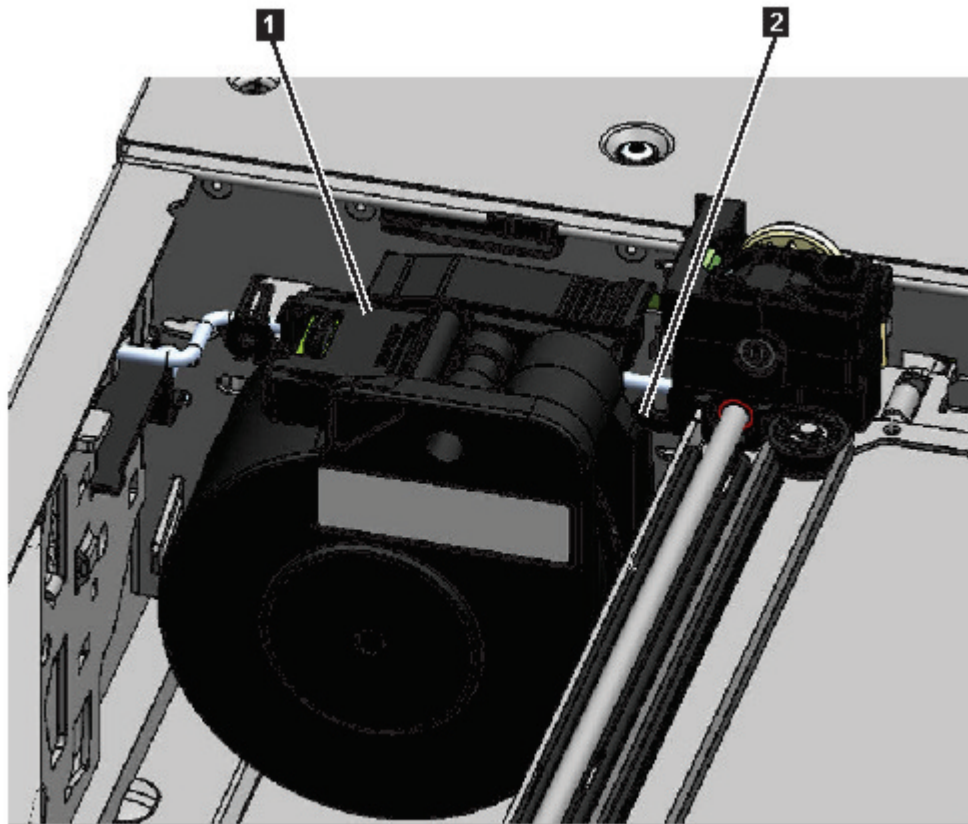

Figura 75. Cable de spooling en posición de parada
Nota: Tome nota de donde gira el extremo del cable de spooling en el descriptor de acceso. Es importante saberlo cuando conecta el nuevo cable de spooling al descriptor de acceso. Consulte **2** en Figura 75 en la página 129.
9. Coloque el conector de spooling (**1** en Figura 75 en la página 129) en posición de parada.